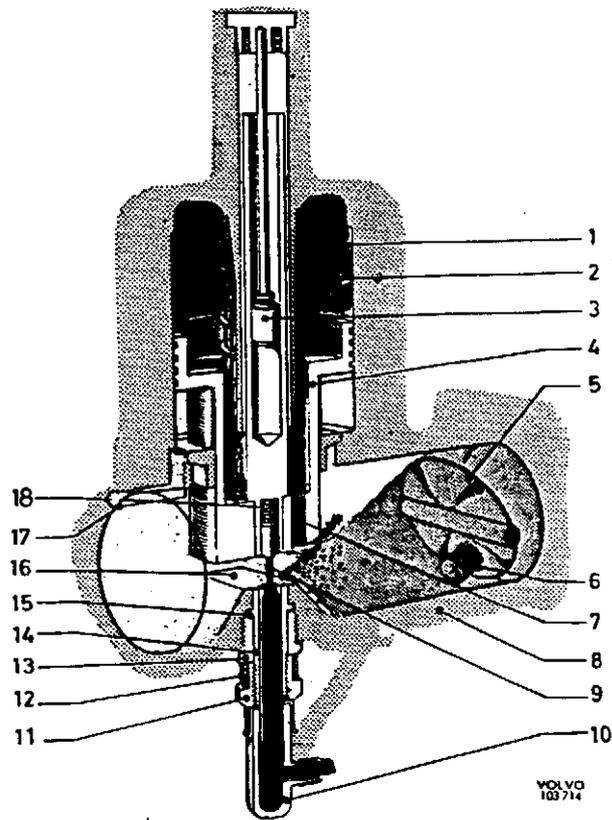

Abb. 83 Vergaser, Betrieb
Die Geschwindigkeit des Luftstromes, der bei Betrieb an den Vergasern vorbeiströmt, erhöht sich, wenn er an dem Vorsprung, der Steg genannt wird (16, Abb. 83), vorbeiströmt. Der Kraftstoff wird dem Luftstrom durch die Düse, die an dem Steg mündet, zugeführt.
Wenn der Unterdruckkolben (4, Abb. 83) gehoben wird, wird der Dämpfkolben (3) gegen seinen Sitz gedrückt und hindert das Öl, von der Unterseite zur Oberseite des Dämpfkolbens zu strömen. Die Bewegung des Kolbens (4) wird gebremst. Hierdurch entsteht kurzfristig ein stärkerer Unterdruck oberhalb der Düse und das Kraftstoff-Luftgemisch wird fetter.
Das Verhältnis Kraftstoff/Luft wird mit den Stellmuttern (11, Abb. 83) an den Düsen eingestellt. Die Einstellung wird für den gesamten Drehzahlbereich bei Leerlauf vorgenommen.